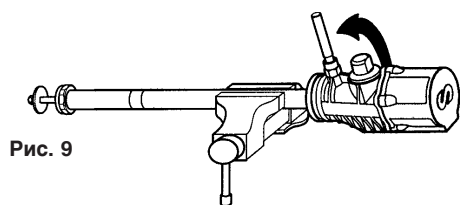

Рис. 9
3. Отсоединить корпус пневматического двигателя от впускного патрубка, используя стержень с резьбой (рис. 9), и вытянуть его до полного освобождения. При этом открывается соединительная гайка.